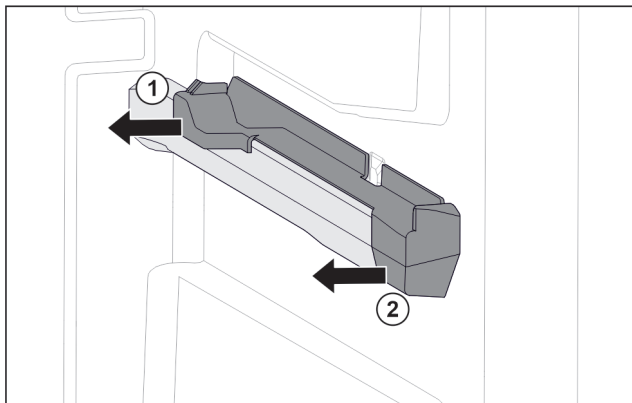

Fig. 140 Natični dio na desnom žlijebu spremnika
- ▶ Skinite natični dio straga u stranu. Fig. 140 (1)
- ▶ Skinite natični dio sprijeda u stranu. Fig. 140 (2)